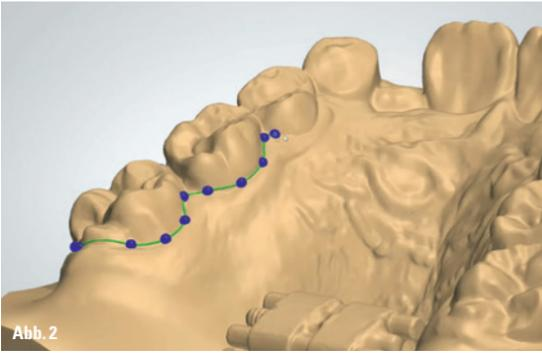
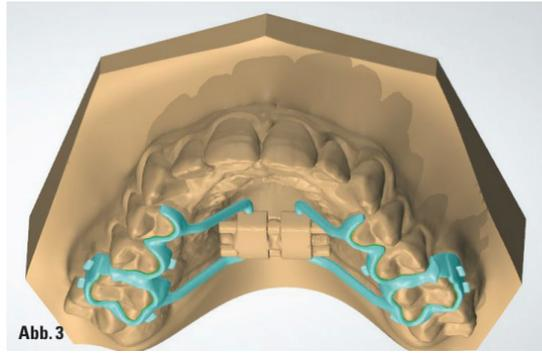

Abb. 2
Abb. 3
**Abb. 2:** Design der Basisstruktur mit eingefügter Dehnschraube. – **Abb. 3:** Fertig designte Hyrax mit eingefügter Dehnschraube. – **Abb. 4:** Silanisieren der sandgestrahlten Klebeflächen. – **Abb. 5:** Auftragen von Transbond XT (Fa. 3M).
Software (3Shape A/S, Kopenhagen, Dänemark) geladen. In diesem Designprogramm ist es möglich, den kompletten Zahnkranz inklusive Weichteile (sofern eingescannt) als starre Oberfläche darzustellen. Somit können nun Klebeflächen direkt durch Umrissdefinition mit der Maus auf dieser Oberfläche, den Zähnen, designt werden (Abb. 2). Anschließend errechnet der Computer die Klebefläche anhand festgelegter Parameter wie Dicke und Abstand zur starren Oberfläche. Die beiden Elemente, welche wie Molarenbänder mit Ausleger nach anterior-palatinal ausgeformt sind, werden mittels Verbinden anterior und posterior über den Gaumen verbunden. Dieser Verbinden kann als runder oder ovaler Steg in beliebiger Dicke erstellt werden. Das aktive Element, in diesem Falle eine Dehnschraube (Snap-Lock Expander, Fa. FORESTADENT, Deutschland) wird ausgespart und nach dem Druckprozess mittels Laserschweißen angefügt. Damit die Dehnschraube präzise passt, wird diese als digitale 3D-Datei in die designte Basisstruktur eingefügt, welches in der realen Welt die passende Aussparung ergibt (Abb. 3).